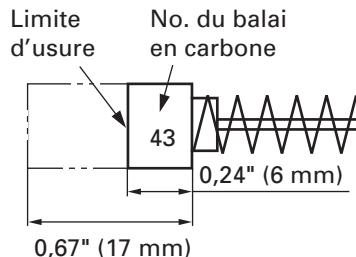

Fig. 30
### 4. Contrôle des balais en carbone (Fig. 30)
**REMARQUE:** Utiliser le balai en carbone HITACHI No. 43 indiqué sur la Fig. 30.